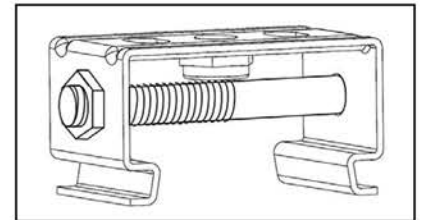

Рис. 2
**Внимание!** Для надежной фиксации осветительного прибора необходимо использовать стягивающие болты, входящие в комплект поставки. Болты необходимо установить в боковые отверстия на скобах и затянуть гайкой (рис. 2).